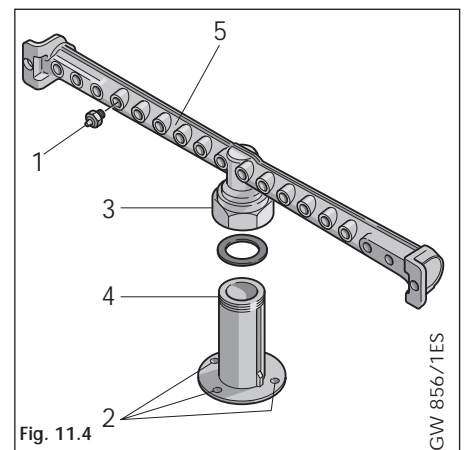
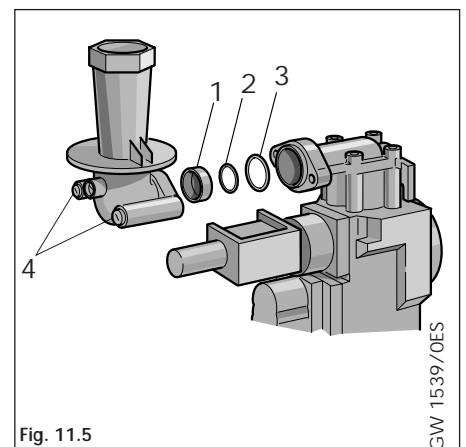

Fig. 11.4
Fig. 11.5
- Soltar la tuerca (3, figura 11.4) para separar la rampa de toberas (5, fig. 11.4) del cuello de gas (4, fig. 11.4)
- Sustituir las toberas (1, fig. 11.4) por las correspondientes según la siguiente marcación:
- Retirar los dos tornillos (4, fig. 11.5).
- Retirar los tres tornillos (2, fig. 11.4) sacar el cuello de gas (4, fig. 11.4).
- Si se efectúa una transformación de G.L.P a Gas Natural debe quitarse el diafragma (1, fig. 11.5) junto con la junta tórica (2, fig. 11.5). Estas dos piezas ya no resultan necesarias.
- Si se efectúa una transformación de Gas Natural a G.L.P., es necesario montar el diafragma (1, fig. 11.5) y su junta tórica (2, fig. 11.5) según la siguiente marcación:
- Volver a montar el cuello de gas (4, fig. 11.4) fijándolo con los tres tornillos (2, fig. 11.4) a la cámara de combustión por un lado, y al cuerpo de gas por el otro, mediante los dos tornillos (4, fig. 11.5).
- **¡Atención!** Verificar la posición de la junta tórica (3, fig. 11.5), para garantizar la hermeticidad.